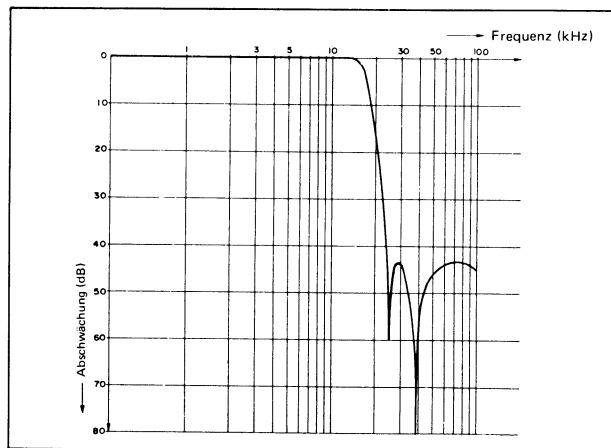

Abbildung 21-3 EIGENSCHAFTEN DES LOW PASS FILTERS (BRUMMFILTER)
- FL801 und FL802 dienen als Low-pass-Filter (Brummfilter), um Trägerfrequenzsignale, die vom Stereo-P.L.L.-MPX-Demodulations IC801 durchsickern, herauszufiltern. In Abbildung 21-3 werden die zum Herausfiltern des Signals von 19 kHz und 38 kHz führen, beschrieben.